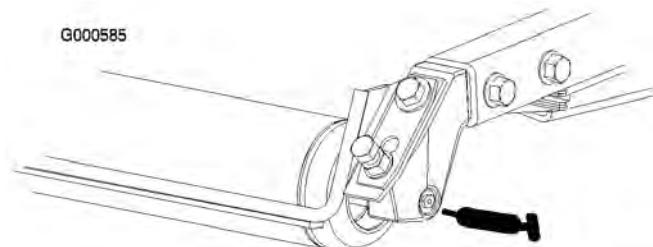

Figura 29
- Cuscinetti a rulli posteriori (2 per apparato di taglio) (Figura 29)
Nota: I raccordi di ingassaggio sono montati a paro sui rulli (Figura 29) e necessitano di un adattatore per l'ugello dell'ingassatore a pressione. Per ottenerlo, ordinate il N° cat. 107-1998 presso il Distributore Toro autorizzato di zona.